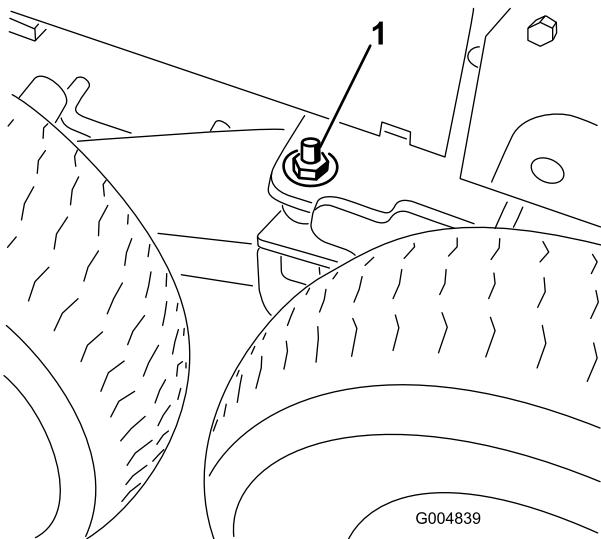

Рисунок 118
43. Снимите плоскую шайбу (1/2 дюйма) и гайку (1/2 дюйма), установленные на резьбовую шпильку каждой оси тележки (Рисунок 118).